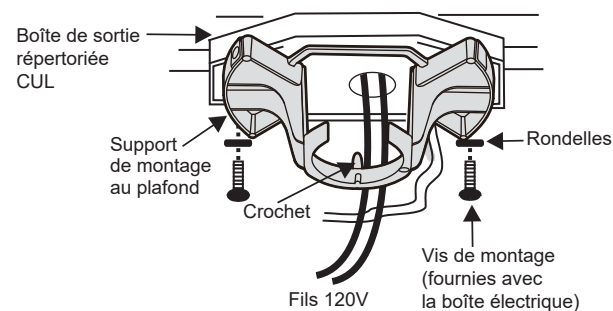

Fig. 5
Étape 1. Passez les fils d'alimentation de 120 volts de la boîte de sortie du plafond au centre du support de fixation au plafond. (**Fig. 5**)
Étape 2. Fixez le support de montage au plafond à la prise de courant à l'aide des vis et des rondelles fournies avec celle-ci. (**Fig. 5**)